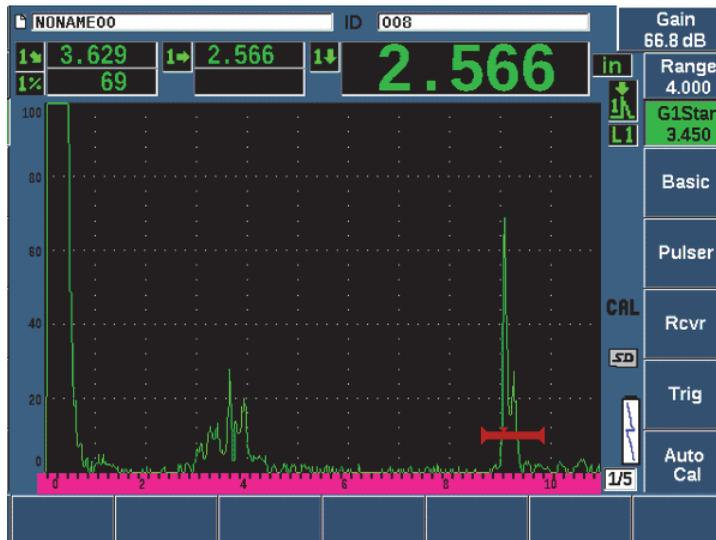

Figure 9-28 Signal placé dans la porte pour l'étalonnage de la vitesse
7. Entrez l'épaisseur connue de l'indication dans la porte (2,5 mm ou 0,500 po dans cet exemple), et puis sélectionnez **Continue** (Continuer) pour passer à la deuxième étape d'étalonnage (voir la Figure 9-28 à la page 196).